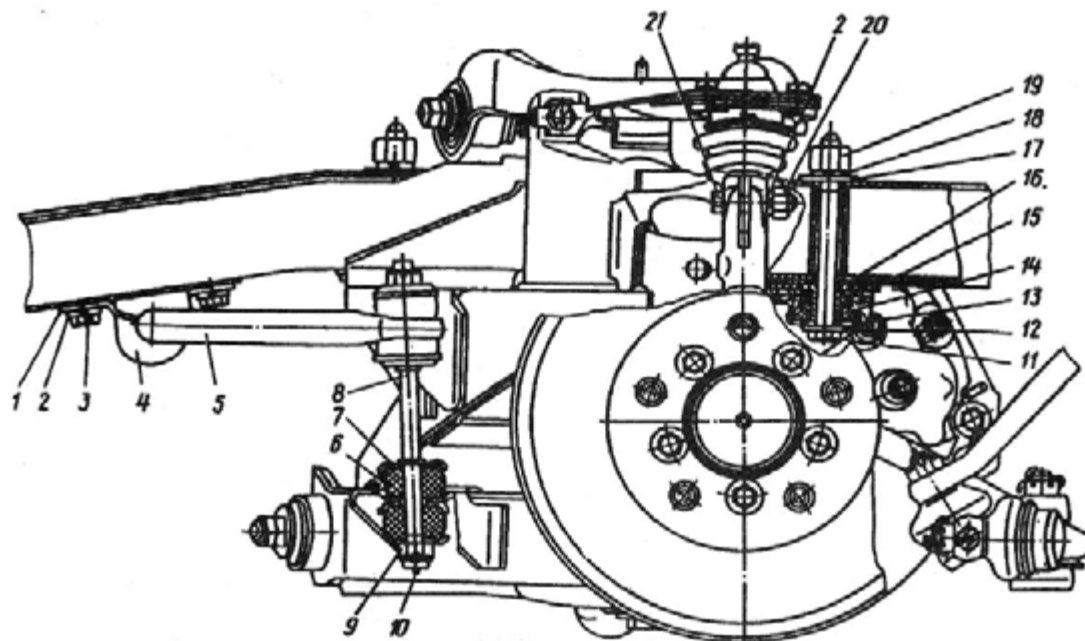

Рис. 169. Установка передней подвески на лонжеронах рамы:
6. Отверните гайки 20 (рис. 169) на стяжных болтах крепления пальца шарового шарнира к стойке, выньте болт 21 и выбейте хвостовик пальца шарнира из стойки.
8. Отверните болты 3 (рис. 169) крепления скоб стабилизатора к лонжеронам рамы или отсоедините нижнее соединение стоек 8 стабилизатора с рычагом.
1. Болт 11 (рис. 169) крепления подвески, подсобранный с шайбой 12, чашкой 13, резиновой втулкой 14
3. Установите цилиндрический хвостовик пальца шарового шарнира в отверстие стойки, вставьте стяжной болт 21 (рис. 169) и затяните гайку 20, прикладывая момент 36—50 Н·м (3,6—5,0 кгс·м).
5. Соедините стойку 8 (рис. 169) стабилизатора с кронштейном на нижнем рычаге. Наверните на резьбовой конец стойки гайку 9 и зашлифуйте ее.
3. Отверните гайку 20 (рис. 169), выньте стяжной болт
1. Отверните гайку 20 (рис. 169) и выньте болт 21.